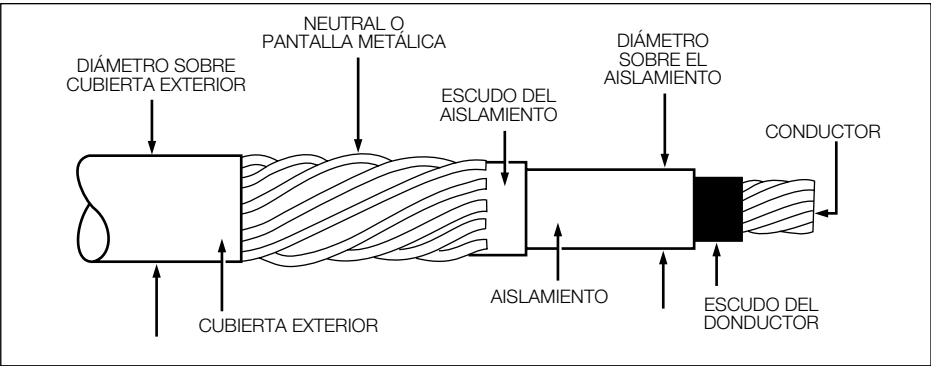

Figura 4.
- PASO 1:** Determine el diámetro del cable sobre el aislamiento eléctrico como se muestra en la Figura 4 (incluyendo tolerancias) del fabricante del cable. Identifique el rango del cable de la Tabla 3 que comprenda los diámetros mínimo y máximo del aislamiento. Seleccione el CÓDIGO DE RANGO DEL CABLE en la columna de la extrema derecha.